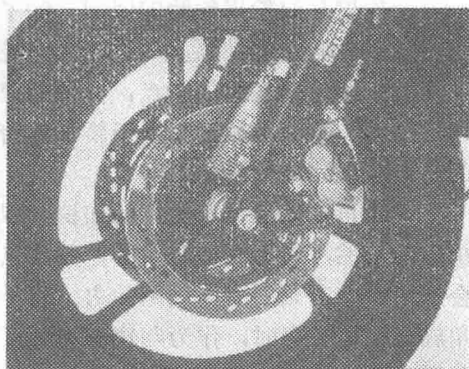

图36 铃木
③ 竞赛用车或汽车技术应用到普通车辆上，由一个制动分泵控制两组相对的四个活塞，因而制动力倍增，而且使用小口径薄型制动盘，其最大特点是减轻了重量(图36)。